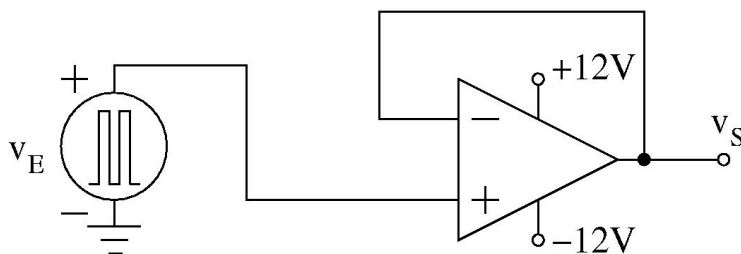

Figura 3. Circuito seguidor de tensão.
- O circuito da Figura 3 é um seguidor de tensão, no qual espera-se $v_S(t) = v_E(t)$. No entanto, essa relação não é válida em circuitos com corrente alternada devido ao modelo de primeira ordem $A(s)$ do amplificador operacional e à taxa máxima de variação de saída (SR). Sendo $v_E(t)$ uma onda quadrada de valores mínimo e máximo $-a$ e a , respectivamente, (a) determine a forma esperada para $v_S(t)$ em um período de $v_E(t)$ considerando apenas a ação do SR. (b) Sendo $a = 1V$, determine o tempo necessário para $v_S(t)$ seguir $v_E(t)$ após cada transição de $v_E(t)$ considerando um amplificador operacional LM741 e um dos amplificadores operacionais do TL074 (vide os manuais que acompanham este documento). Suponha que o meio período do sinal $v_E(t)$ seja suficientemente grande de forma a se ter $v_S(t) = v_E(t)$ ainda dentro do meio período.
Experiência 3. Para o circuito da Figura 3, sendo $v_E(t)$ uma onda quadrada de valores mínimo e máximo -1V e 1V, respectivamente, trace a forma da tensão de saída $v_S(t)$ para o amplificador LM741. Estime o SR e compare com os valores especificados pelo fabricante. Explique os fenômenos adversos observados.